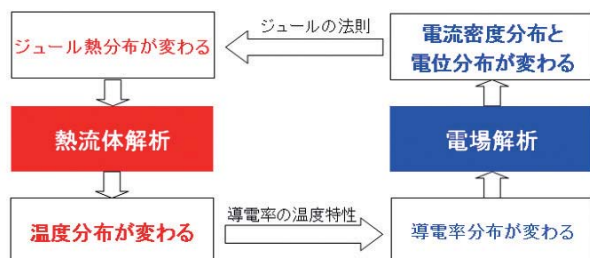

図5 熱流体と電場の連成解析の概要図
- (1) ジュール熱の考慮（追加オプション「オーム加熱」を使用）
- (2) 導電率の温度特性の考慮（導電率をフィールド関数で定義）
- という機能が搭載されています。これより、図5に示すような熱流体と電場の連成解析が、STAR-CCM+単体で実現できます。